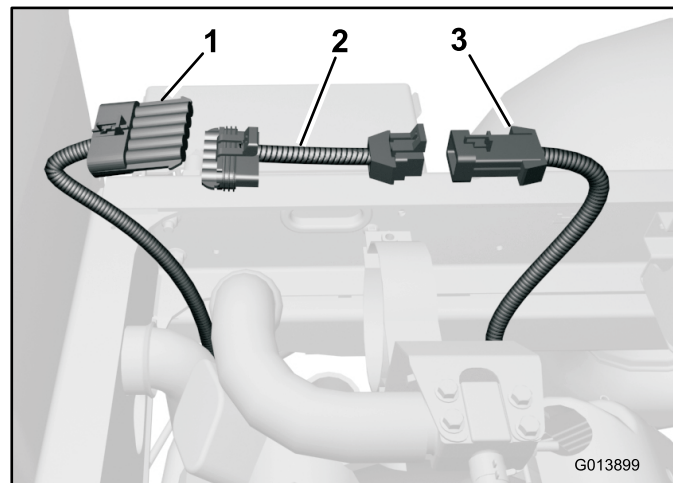

Bild 26
- Der Adapter ist Teil der losen Teile (Bild 26).